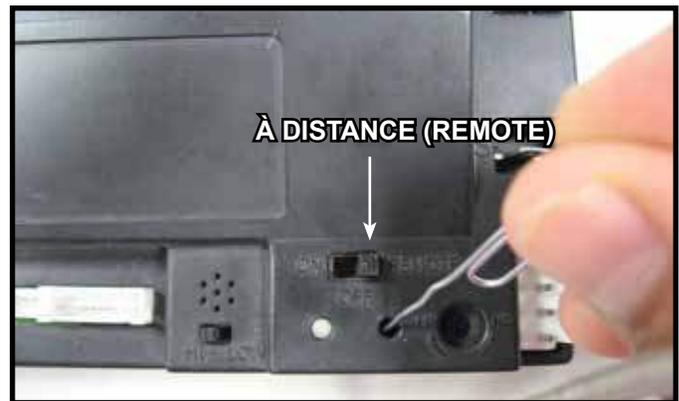

Figure 7. Programmation de la RC300
- Assurez-vous que l'interrupteur « ON/OFF/REMOTE » est à la position « REMOTE ». Le voyant vert clignotera trois fois et l'interrupteur mural émettra un bip sonore cinq secondes plus tard pour indiquer que tout est prêt. Voir la figure 7.
- À l'aide d'un petit objet (comme un trombone), appuyez sur le bouton « LEARN » à côté de l'interrupteur « ON/OFF/REMOTE », puis relâchez. Voir la figure 7.
- Placez l'interrupteur à la position « **OFF** » (voir la figure 7).